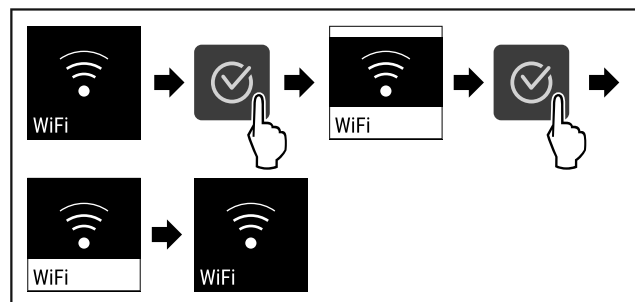

Fig. 86
- ▶ Genomför stegen (se Fig. 86).